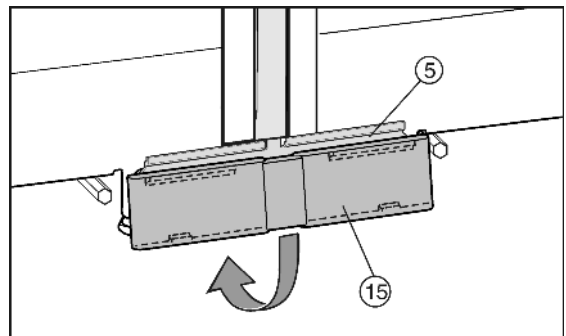

Fig. 11
- ▶ Mettre en place le cache Fig. 11 (15) inférieur par le haut sur la tôle de jonction Fig. 11 (5) et le faire encliqueter en bas.